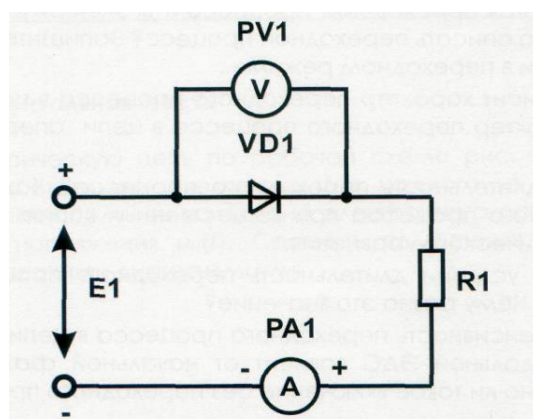

Рис. 1.5 Исследование полупроводниковых диодов
1. Собрать схему для исследования выпрямительного диода VD1 блока «Нелинейные элементы» на постоянном токе (рис. 1.5). В качестве R1 использовать сопротивление 100 Ом блока «Резисторы/ Активная нагрузка». Для измерения тока использовать один из мультиметров блока «Мультиметры», для измерения напряжения использовать один из приборов блока «Измерительные приборы», задав для них соответствующие режимы работы. В качестве источника питания использовать стабилизированный регулируемый источник E1 блока «Источник питания». Ручку регулировки напряжения источника установить в крайнее левое положение, повернув ее против часовой стрелки до упора. Собирая схему особое внимание обратить на полярность подключения источника питания. Представить схему для проверки преподавателю.
4. Собрать схему для исследования выпрямительного диода Шоттки VD3 блока «Нелинейные элементы» на постоянном токе в соответствии с рис. 1.5, заменив в схеме выпрямительный диод VD1 на диод Шоттки VD3. Представить схему для проверки преподавателю.
6. В одной системе координат построить графики ВАХ для обоих диодов. Там же следует для каждого диода построить ВАХ идеального р-п - перехода и по формуле (1) при I_0 - усредненном обратном токе соответствующего диода. Необходимый для расчетов параметр $m \cdot \phi_T$ можно определить по формуле